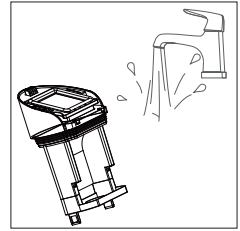

Abb. 18 – Verschlusskappe reinigen
- ▶ Reinigen Sie die Verschlusskappe unter fließendem Wasser (**siehe Abb. 18**).